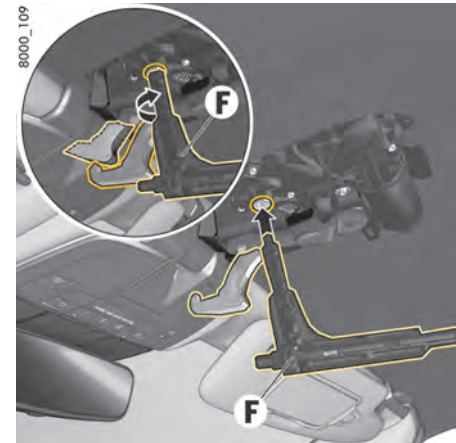

Fig 49 : Verrouillage de la capote
- 5 Pour fermer complètement la capote, tournez la clé **F** en sens horaire jusqu'à ce que le crochet de verrouillage soit entièrement en prise dans le logement et que la capote soit complètement fermée (résistance perceptible à la rotation, Fig. 49).